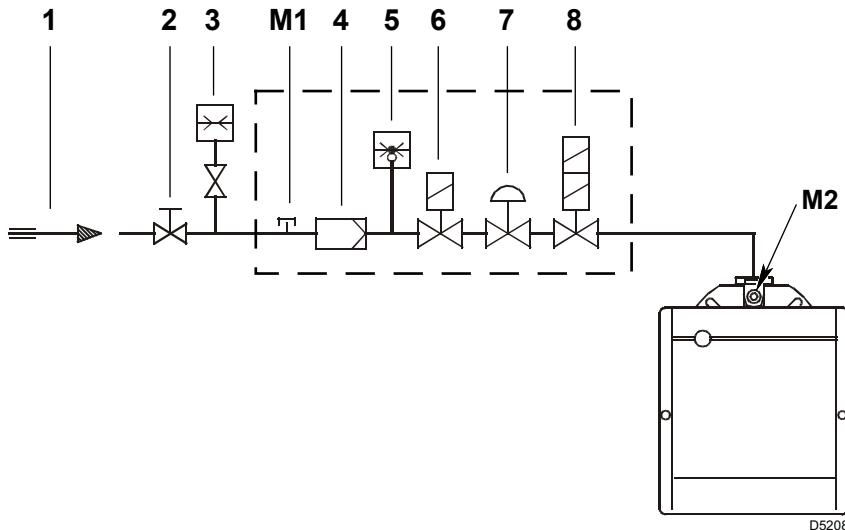

Fig. 16
Legenda (Fig. 16)
Pressione del gas misurata alla presa M2)(Fig. 16 a pag. 18), con:
- sottrarre dalla pressione del gas alla presa M2)(Fig. 16 a pag. 18) la pressione in camera di combustione.
Pressione del gas alla presa M2)(Fig. 16 a pag. 18)= 10 mbar
Per conoscere invece la pressione del gas necessaria alla presa M2)(Fig. 16 a pag. 18), fissata la potenza massima di modulazione alla quale si desidera funzioni il bruciatore:
- Leggere sulla destra, colonna 1, la pressione alla presa M2)(Fig. 16 a pag. 18).
pressione necessaria alla presa M2)(Fig. 16 a pag. 18).